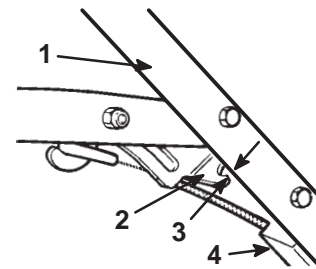

Bild 28
4. Lockern Sie die Mutter an der Kabelhalterung (Bild 28).